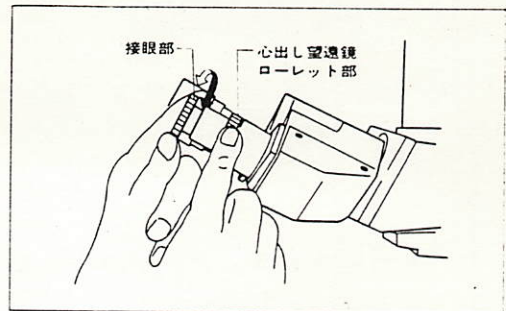

図15
- 4) 心出し望遠鏡のローレット部を押さえ、接眼部を回し、対物レンズの位相板リングにヒントを合わせます。(図15)